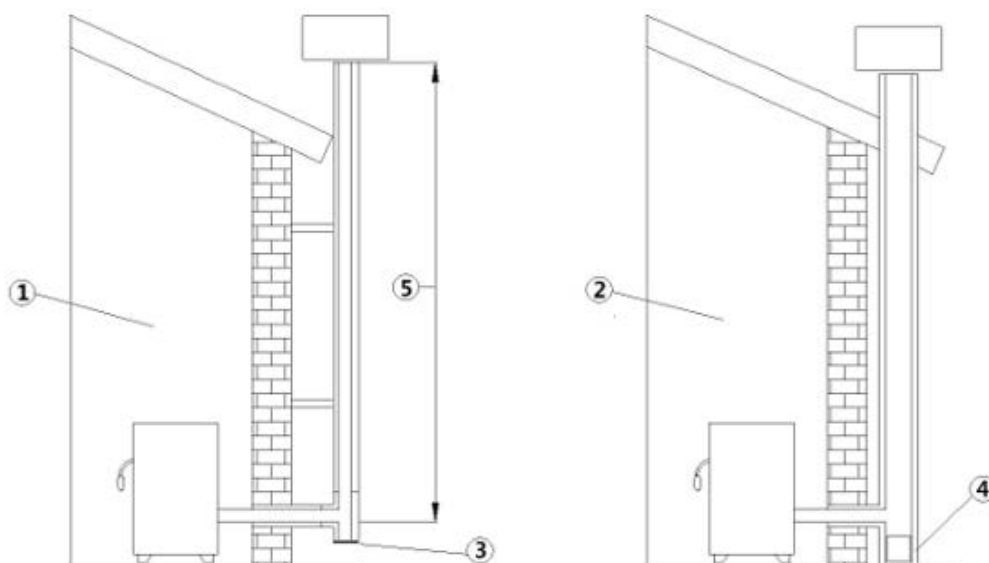

Fig. 2 - Conduatas de evacuação de fumos
| LEGENDA | Fig. 2 |
- A conduta de evacuação de fumos deve ser individual (ver Fig. 2) com tubos inox isolados (1) ou em uma chaminé já existente (2).
- Ambas as soluções devem ter uma tampa de inspeção (3) e/ou porta de inspeção (4).